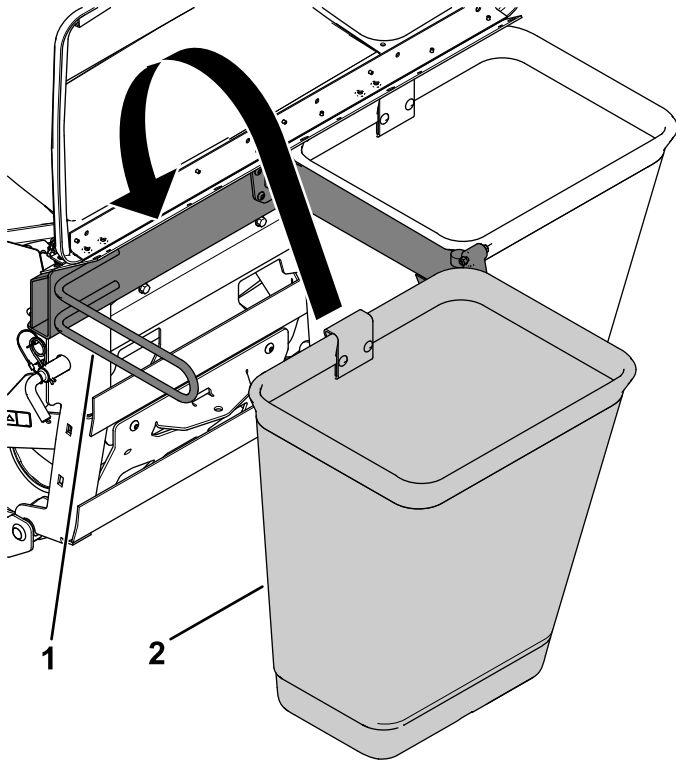

Bild 13
1. Haken Sie den Grasfangkorb am Rahmen des Heckfangsystems ein (Bild 13).